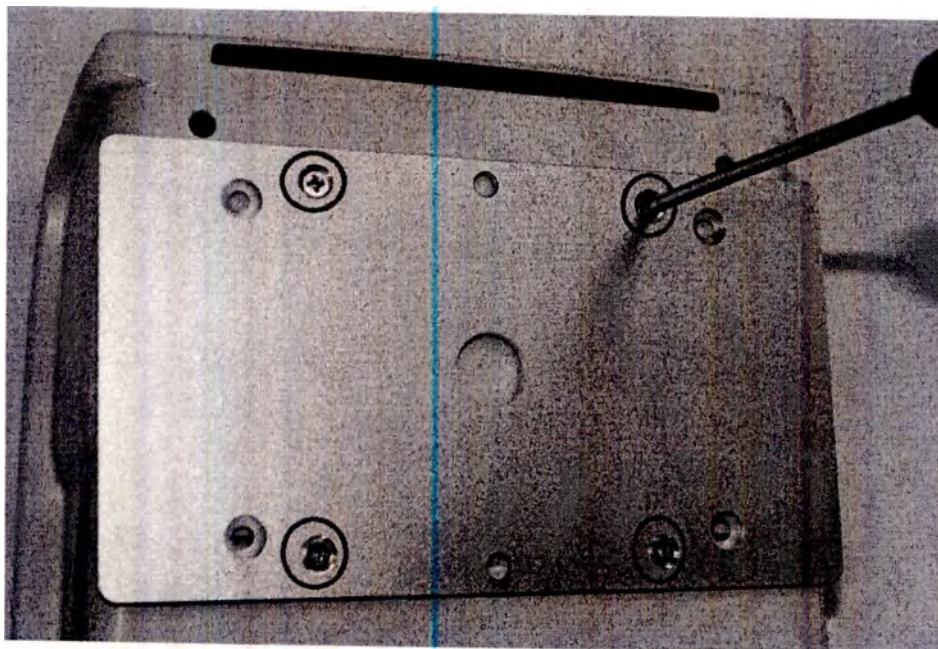

Рисунок 2.4. Закрепление пластины-адаптера на приборе
- в) Сверху планок, аккуратно, не смещая планки, установите пластину-адаптер VESA 100, совместив все четыре отверстия пластины с отверстиями планок, и с помощью четырех винтов (DIN 965 M4x10) зафиксируйте пластину, как показано на рисунке ниже (см рис.2.4.);